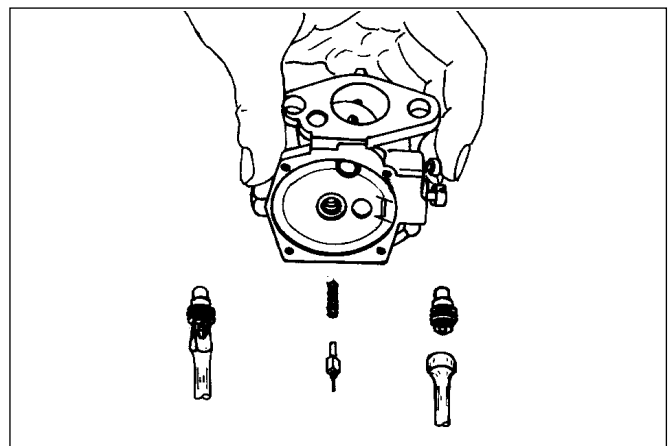

Abb. 6
- Entfernen Sie die Hauptdüse (Nr. 14, 15, 16 und 17) und die Leerlaufdüse (Nr. 10, 11, 12 und 13). Prüfen Sie die Wartungsbedürftigkeit der Teile und ersetzen Sie abgenutzte oder beschädigte Düsen. Bei den der-zeitigen Vergasern wird eine feste Hauptdüse (8) eingebaut. Der Einbau dieser Düse erfolgt dichtungslos; die Leerlaufdüse kann dagegen eingestellt werden und besteht aus einer Nadel (10), einer Feder (11), einem O-Ring (12) und einem Dichtring (13).
- Entfernen Sie die beiden Schrauben (25) des Deckels, entfernen Sie die Dichtung (23) und die Vergasermembrane (24). Unterziehen Sie Dichtung und Vergasermembrane einer Sichtprüfung. Die Membrane sollte in einwandfreiem Zustand sein, keine Verhärtung und keine Risse aufweisen.
- Bauen Sie das Ventil (18, 19, 20 und 21) mit einem 5/32"-Sechskantschraubenschlüssel (bzw. einem Schlitzschraubendreher beim alten Ventiltyp) aus und entfernen Sie sorgfältig Dichtungsringe, Federn usw. (Abb. 6).